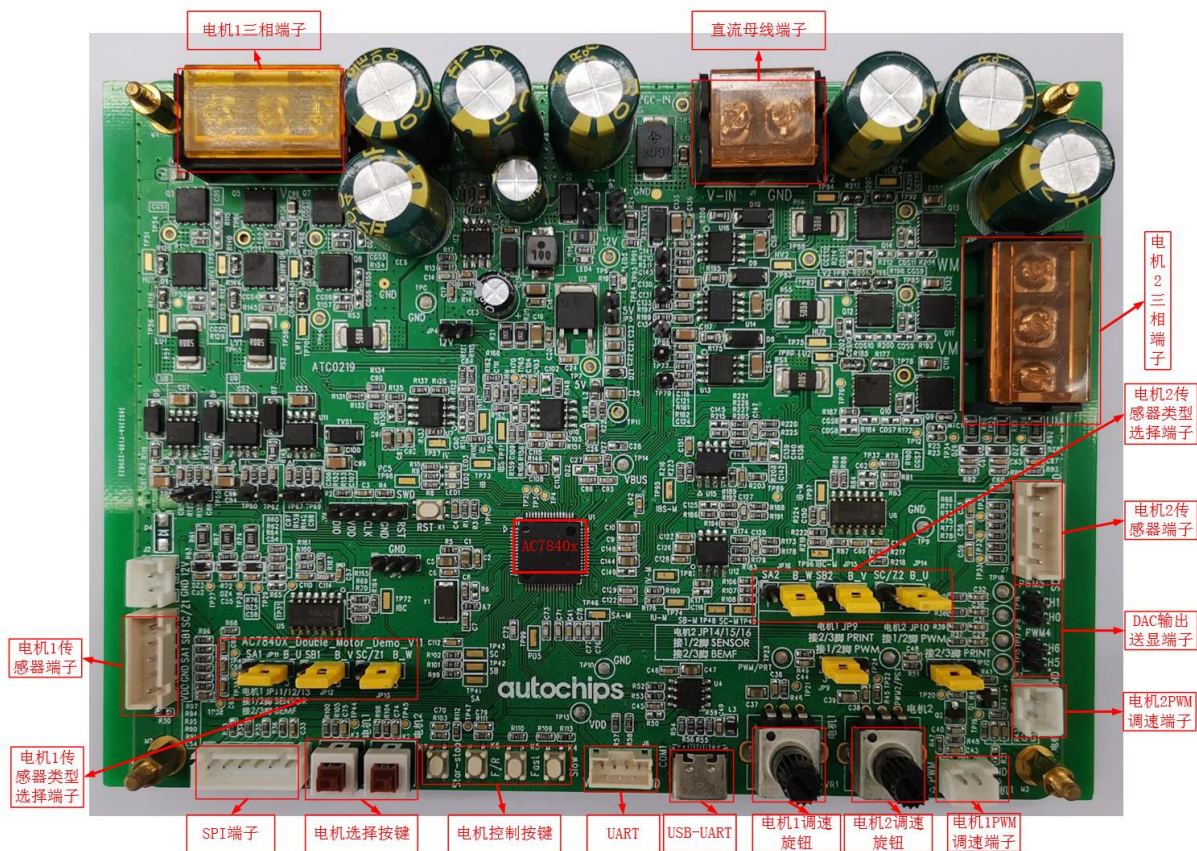

图 1-6 AC7840x 双电机板示意图
AC7840x 双电机硬件板如图 1-6 所示。
1.6.2 章节中顺/逆时针以图 1-6 中 AC7840x 双电机开发板为参考基准。